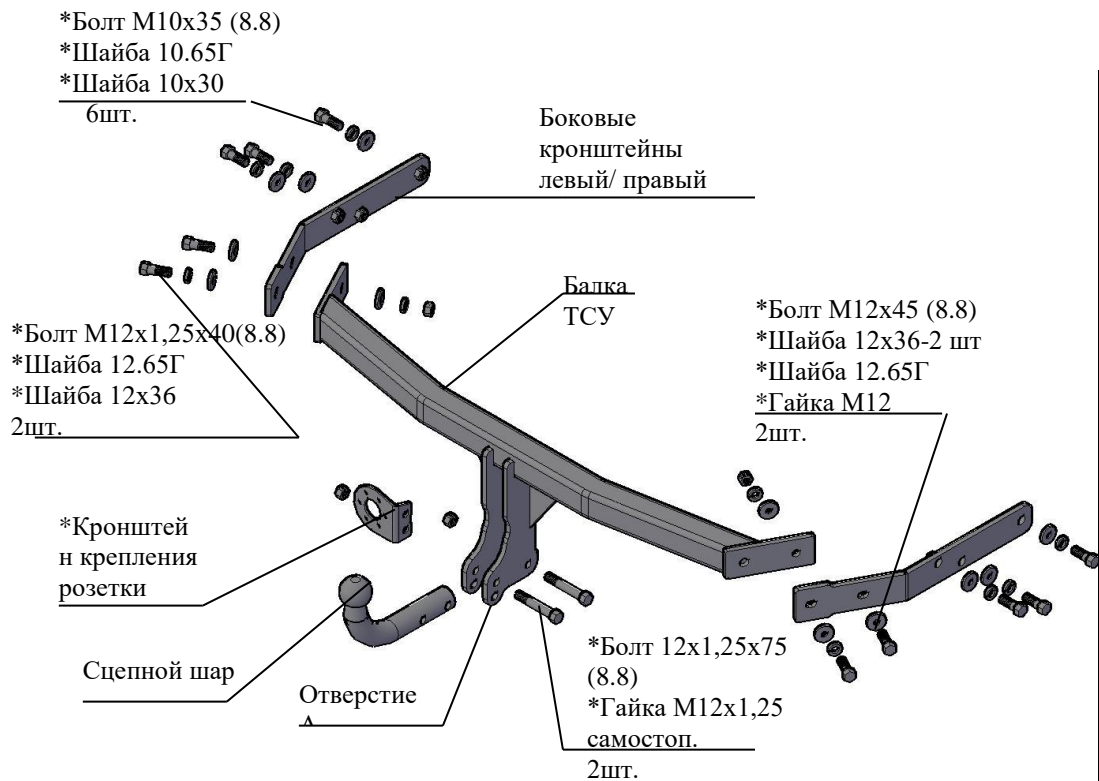

Рис.1 Тягово-сцепное устройство 8122
2.1 ТСУ 8122 в сборе (рис.1)	1 шт.
2.2 Пакет с комплектующими (см. рис.1)+защитный колпак	1 шт+1 шт.